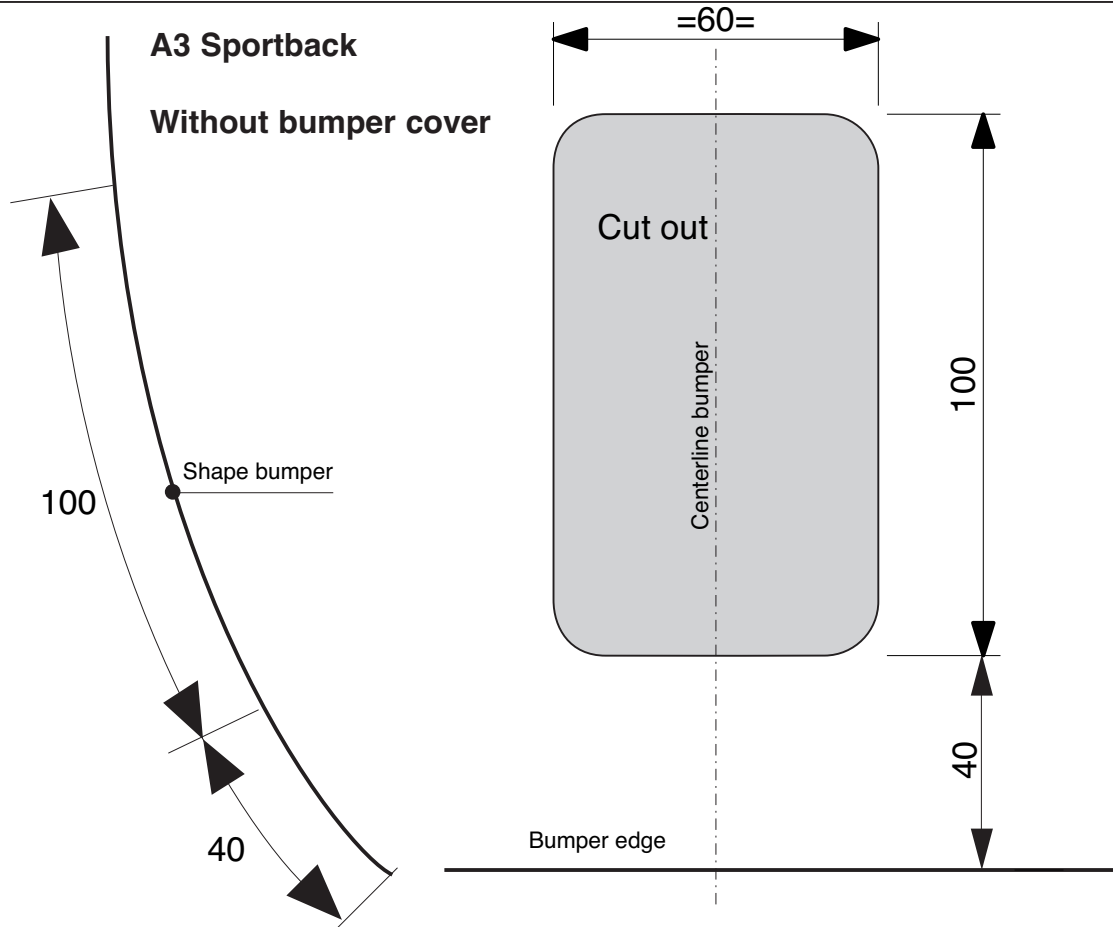

Fig. 3
5. **Для автомобилей A3 Sportback:** Выпилить часть из бампера в середине снизу, как указано на рис. 3 и 4.